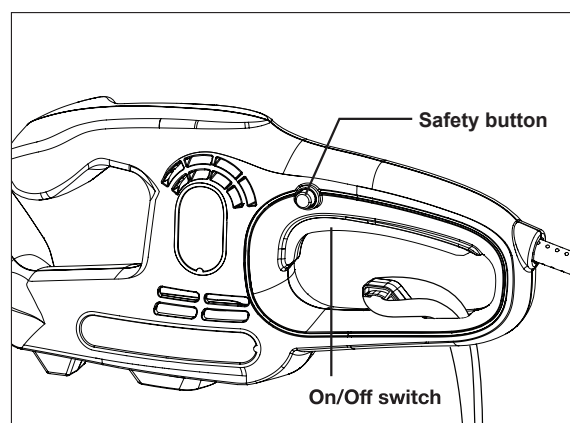

Fig. 2
1. Pour démarrer l'outil, appuyez sur le bouton de sécurité et gardez-le enfoncé, puis enfoncez l'interrupteur marche/arrêt (Fig. 2). Lorsque la lame commence à tourner et atteint sa vitesse normale, relâchez le bouton de sécurité ; vous pouvez maintenant commencer le travail.